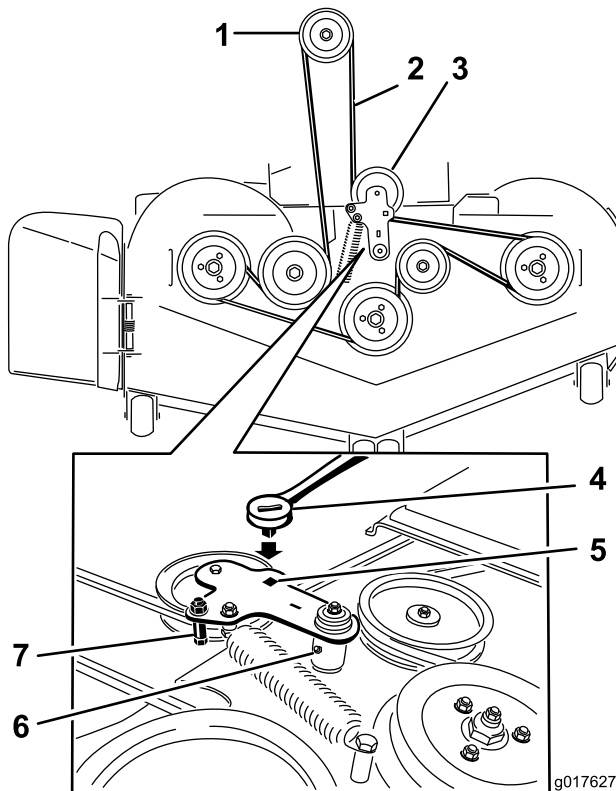

Figura 56
5. Utilice una llave de carraca en el taladro cuadrado del brazo tensor para aliviar la tensión del muelle tensor (Figura 56).
7. Retire la guía de la correa del brazo tensor tensado con muelle según lo ilustrado en Figura 56.
9. Pase la correa nueva alrededor de las poleas del cortacésped y de la polea del embrague, debajo del motor (Figura 56).
10. Instale la guía de la correa en el brazo tensor según se muestra en Figura 56.
11. Utilizando la llave de carraca en el taladro cuadrado, instale el muelle tensor (Figura 56).